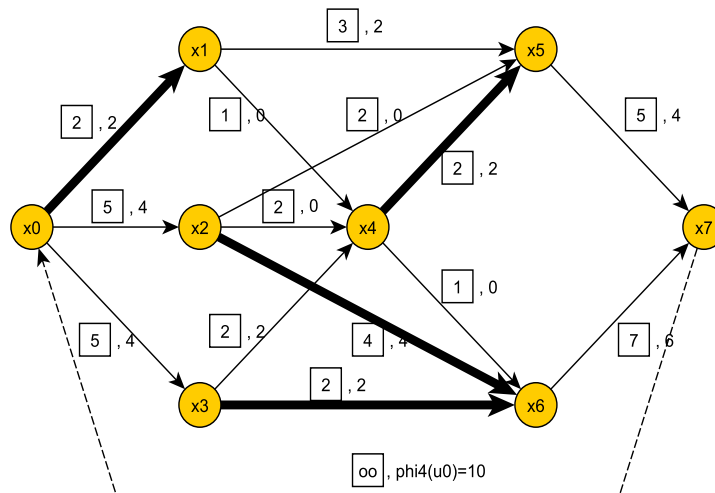

FIGURE 7.21 – Complétude - Graphe  $G_4$  - Exemple 7.3.1
- On considère le chemin  $\Gamma = (x_0, x_3, x_4, x_5, x_7)$  pour lequel  $\delta = 2$ . On ajoute 2 aux flux des arcs  $(x_0, x_3)$ ,  $(x_3, x_4)$ ,  $(x_4, x_5)$ ,  $(x_5, x_7)$  et  $\varphi_4(u_0) = 10$ . Les arcs  $(x_3, x_4)$  et  $(x_4, x_5)$  sont saturés (cf. figure 7.21).